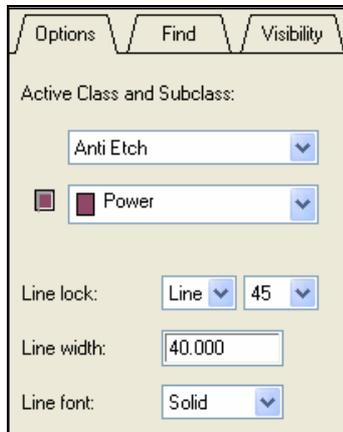
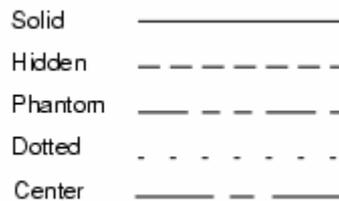

图 9-17 Option 选项卡
图 9-18 不同选项对应的线型
(5) 在网络列表框中选择 VCC12VN，该网络名出现在 Selected objects 列表框中。
(6) 单击 Apply 按钮，在 Allegro 绘图区中所有的 VCC12VN 网络以当前选择的颜色高亮显示。
(7) 不要关闭 Find by Name or Property 窗口，打开右侧控制面板中的 Options 选项卡。
(8) 单击另一个不同的颜色框，表示下一个要高亮显示的网络使用该颜色。
(9) 在 Find by Name or Property 窗口中单击 Selected objects 中的 VCC12VN 移除该网络，在左侧网络列表框中选择 VCC12VP，VCC12VP 出现在 Selected objects 列表框中。
(10) 单击 Apply 按钮，Allegro 绘图区中的所有 VCC12VP 网络以当前选择的颜色高亮显示。
(11) 重复上述操作，分别以不同颜色高亮显示 VCC1V2、VCC3V3 和 VCC5V。
(12) 单击 Find by Name or Property 窗口中的 OK 按钮，至此所有的电源网络均使用不同的颜色同时高亮显示，便于确定分割位置。
(13) 打开控制面板中的 Visibility 选项卡，打开 Power 层，显示该层的铜皮。
(14) 选择 Add|Line 选项，Allegro PCB Editor 进入 add line 命令状态。
(15) 打开右侧控制面板中 Options 选项卡，如图 9-17 所示。在 Active Class and Subclass 下拉列表框中选择 Anti Etch 和 Power 选项，表示要分割 Power 层。在 Line lock 下拉列表框中选择 line 和 45 选项，表示使用 45 度转角的直线分割。在 Line width 下拉列表框中选择 40，表示分割线的宽度为 40 mils，即分割后铜皮之间的间隙值。在 Line font 下拉列表框中选择 Solid 选项，表示使用实线显示分割线。不同选项对应的线型如图 9-18 所示。